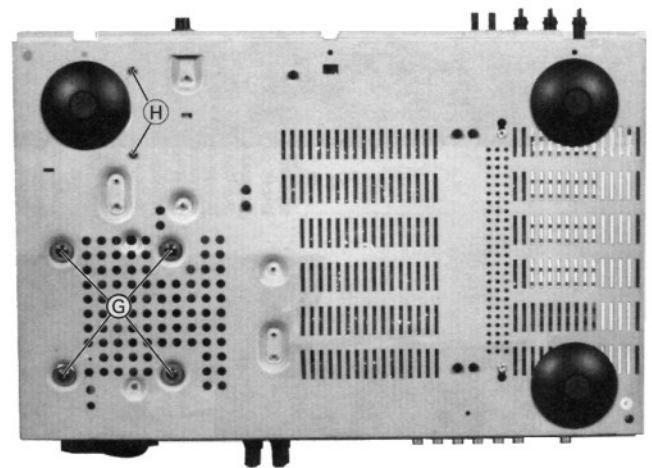

Fig. 4
- 4 Schrauben ƒ heraus-schrauben (Fig. 4).
- Undo 4 screws ƒ (Fig. 4).
- 2 Schrauben ƒ heraus-schrauben (Fig. 4).
- Undo 2 screws ƒ (Fig. 4).